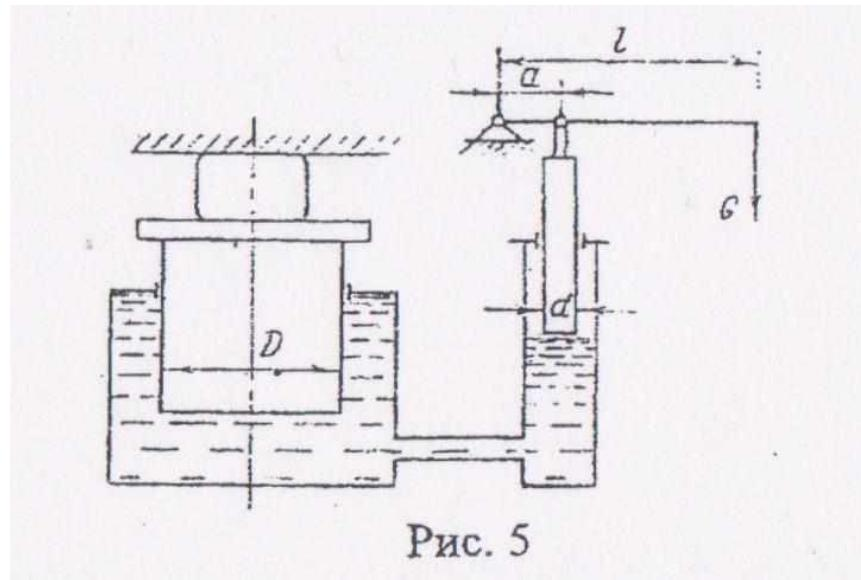

Рис. 5
17. Определить сжимающее усилие, развиваемое гидравлическим прессом (рис. 5), если диаметр большого поршня 300мм, малого – 30мм,